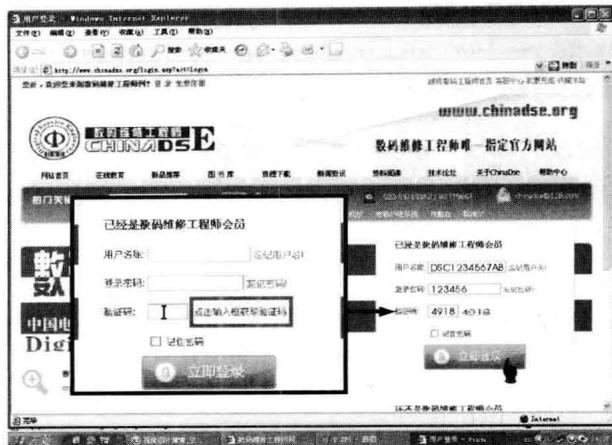

图 6 输入验证码
⑥ 用鼠标点击验证码文本框，即可得到验证码，将验证码正确输入后（验证码不清晰，可点击图标更换），点击登录，如图 6 所示。